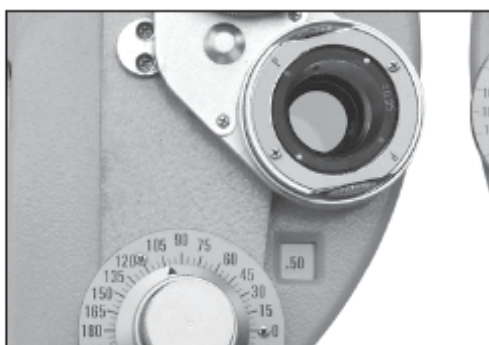

Figura 38
(6) Utilice la tabla de puntos de cilindros cruzados que se muestra en la Fig.34 con el mismo procedimiento que se describe en (2). Ahora pídale a Testee que compare los gráficos que ve. El resultado se muestra en la figura 38. Si Testee ve el gráfico más claro cuando el punto rojo coincide con la letra P (como se muestra en la figura 38), significa que la dioptría de Testee ha aumentado en 0.25D (ahora la potencia de dioptría de Testee es 0.75D).